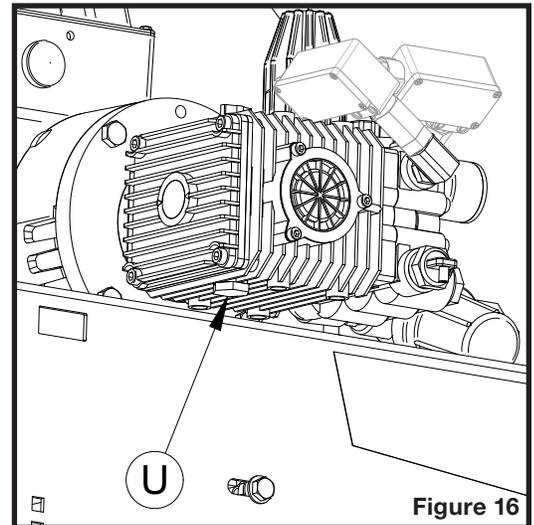

Figure 16
2. Dévisser le bouchon de vidange (U sur la figure 16).